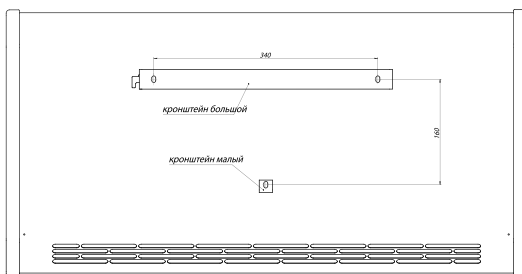

Рис. 3
3. Приложить кронштейны к стене и произвести разметку отверстий (см. рис.3).